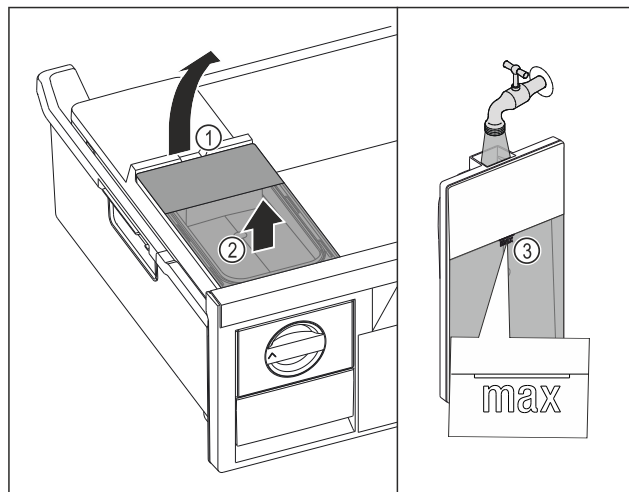

Fig. 71
- ▶ Zvedněte nádržku na vodu za vybrání Fig. 71 (1).
- ▶ Vyjměte nádržku na vodu nahoru Fig. 71 (2)
- ▶ Naplňte nádržku na vodu pitnou vodou až po značku Fig. 71 (3).